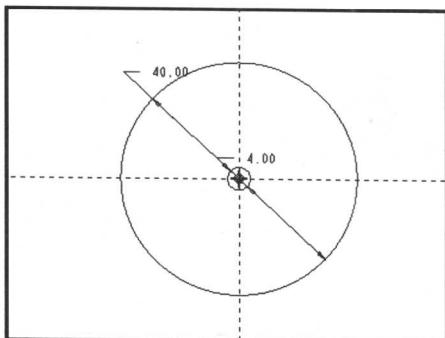

图1-27 绘制的草图1
- (3) 使用“圆”工具绘制两个同心圆，然后将其直径分别设置为 4mm 和 40 mm，如图 1-27 所示。单击“确定”按钮，完成草图 1。
- (4) 在“特征”工具栏中单击“拉伸”工具按钮，打开“拉伸”操控板，单击右